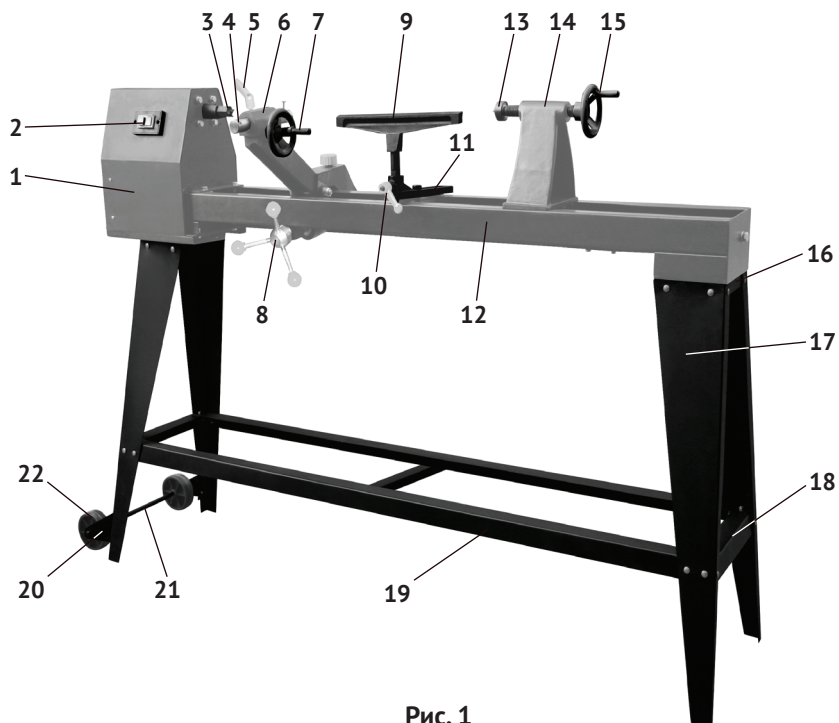

Рис. 1
1.6 Общий вид станка схематично представлено на рис.1
1.7 Основным несущим элементом станка является сварная металлическая станина (рис.1 поз.12). Внутри, по длине станины закреплён зубчатый вал, по которому перемещается суппорт копира (рис.1 поз.6) с резцедержателем. На станину прикручен корпус передней бабки (рис.1 поз.1).
Крутящий момент с якоря электродвигателя через ремённую передачу передаётся на шпиндель, передающий вращение на центр передней бабки (рис.1 поз.3). Корпус задней бабки (рис.1 поз.13) и подручник (рис.1 поз.9) имеют возможность перемещения вдоль станины (в зависимости от длины заготовки).
Кроме того механизм задней бабки позволяет перемещать её центр пинолью (винтом ходовым) (рис.1 поз.4) для надёжной фиксации заготовки.
1.8 Выключатель – магнитный пускатель (рис.1 поз.2) расположен на корпусе передней бабки. Он имеет две кнопки: зелёная с символом «I» - включение двигателя и красная с символом «O» - выключение двигателя (стандарт МЭК 60417).
Станок поставляется с закреплёнными на станине: корпусом передней бабки (рис.1 поз.1) с двигателем и ремённой передачей, суппортом копирующего устройства (рис.1 поз.6), кронштейнами и столом шаблона, держателем подручника (рис.1 поз.11), валом зубчатым и задней бабкой (рис.1 поз.14).
- прикрутить кронштейны (рис.1 поз.20) и закрепить на них ось (рис.1 поз.21) с колёсами;